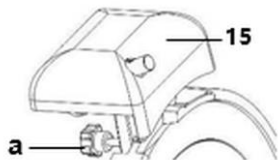

Рис. 9
2. Ослабить крепежный винт (а) точилки (15) сзади прибора (рис. 9).
3. Вытащить точилку (15) из прибора и повернуть ее на 180°.
4. Вставить точилку (15) в предусмотренную для этой цели направляющую и затянуть крепежный винт (а).
1. Снять точилку с прибора (рис. 9).
1. Снять всю точилку с прибора (рис. 9).